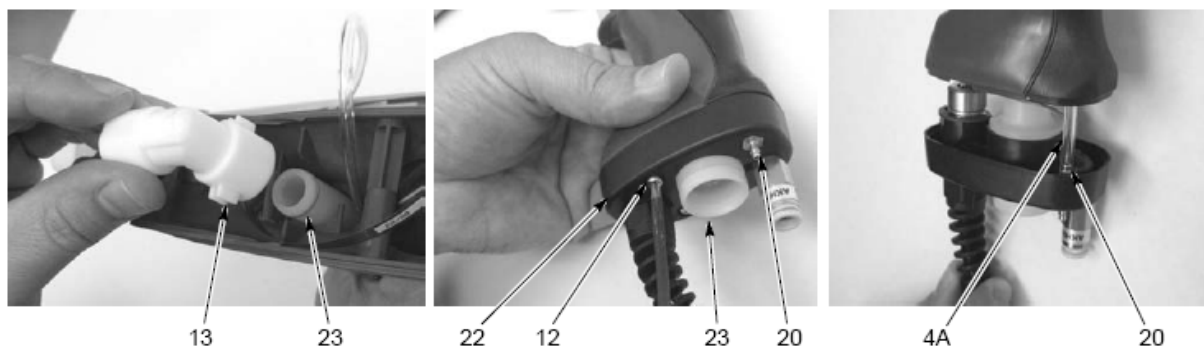

图 5-7 拆下弯管及拆开枪把座与枪把
7. 如图 5-7 所示。拆下入口管 (23) 上弯管 (13)。
8. 旋下枪把座 (22) M3 x 20 紧固螺钉 (12)。
10. 从倒钩配件 (20) 中拔出 4 mm 透明空气管 (4A 过滤器组件)。